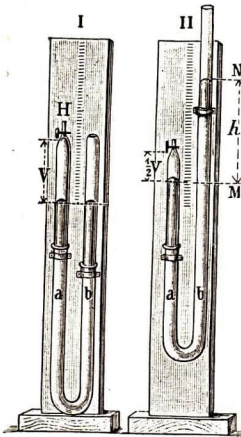

Abb. 144. Schlauchmanometer
2. Der Physiker, der überaus genau messen muß, benutzt zum Nachweis des Gesetzes das Schlauchmanometer (Abb. 144).
I. Man verbindet dabei zwei Glasröhren durch einen Schlauch, gießt Quecksilber ein, das sich zunächst in beiden Schenkeln gleich hoch stellt, und schließt nun mittels eines Hahnes  $H$  in der einen Röhre ein **Luftvolumen  $V$**  ab. Dessen **Gasdruck  $p$**  ist gleich dem Barometerstand (Fall I in Abb. 144).